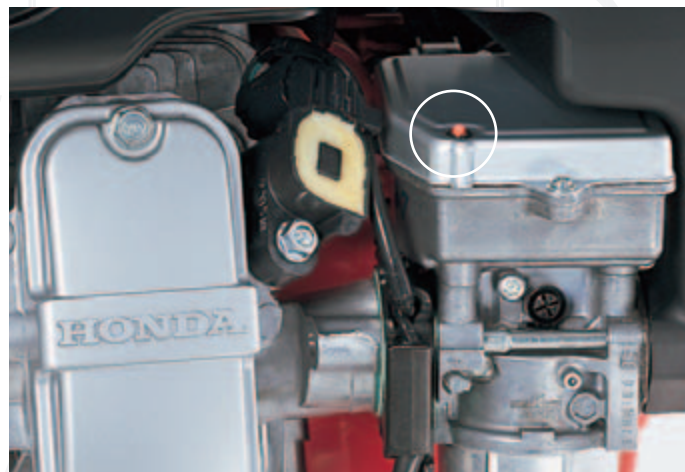

Fig. 2
- Funzione di auto diagnosi. Un LED lampeggiante (Fig. 2) conferma eventuali errori di funzionamento e facilita l'individuazione dei guasti. Connettendo il motore ad un PC è inoltre possibile ottenere una diagnosi dettagliata, tale da consentire all'operatore di controllare tutti gli eventi operativi (ad esempio le ore di funzionamento del motore, il numero di avvii, etc...).
- **Self-Diagnostic Function.** A blinking LED (Fig. 2) provides error confirmation and facilitates easy troubleshooting diagnosis. Connecting the engine to a personal computer provides a detailed diagnosis, allowing the operator to check the engine's operating history (e.g. operating time and number of startups).
- **Integrierte Diagnosefunktion:** eine blinkende LED (Abb.2) zeigt Fehler an und ermöglicht eine schnelle Problembeseitigung. Schließt man den Motor an einen PC an, erhält man eine detaillierte Diagnose, die es dem Anwender ermöglicht, den Betriebsverlauf des Motors (z.B. Betriebsstunden und Anzahl der Starts) zu kontrollieren.
- **Zelfdiagnosefunctie.** Een knipperend LED (Fig. 2) meldt een eventuele storing en vergemakkelijkt het stellen van een diagnose. Door de motor aan te sluiten op een PC is een meer gedetailleerde diagnose mogelijk en kan de gebruiker de bedieningsgeschiedenis van de motor controleren (bijv. gebruikstijd en aantal keren dat de motor is gestart).